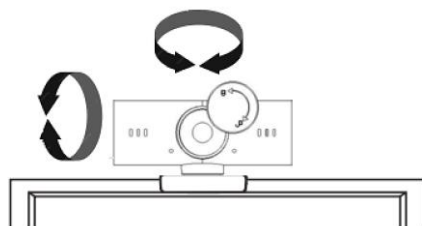

Рисунок 3 - Подключение и регулировка направления веб-камеры
- подключить веб-камеру с помощью USB (п 2.4 настоящего руководства), произвести регулировку направления съемки веб-камеры (см. рисунок 3);